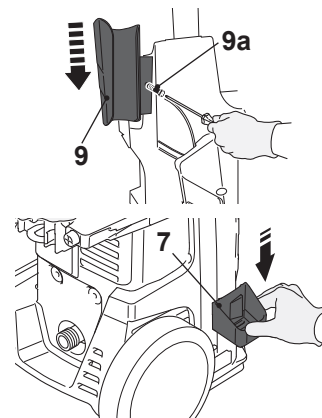

Fig. 2
- > Deslize o suporte superior da pistola de pulverização (9) para o produto e fixe-o com o parafuso (9a) (Fig. 2).
- > Fixe o suporte inferior da pistola para pintura (7) ao produto. Certifique-se de que está encaixado corretamente.